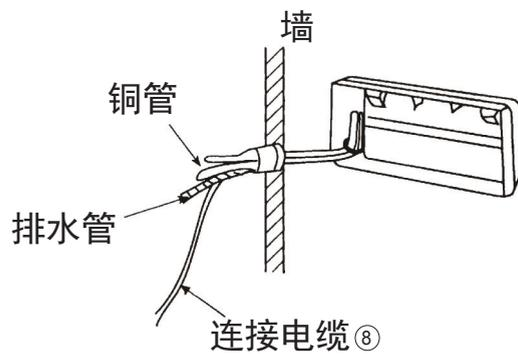

图16
(1) 将已整理好的连接电缆、排水管与铜管一起从墙上的预留孔穿出。（图16）